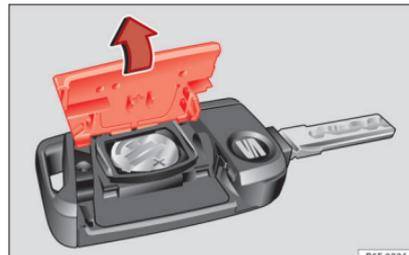

Abb. 124 Fahrzeugschlüssel: Deckel des Batteriefachs öffnen.
- Abdeckung auf der Rückseite des Fahrzeugschlüssels » **Abb. 124** in Pfeilrichtung abnehmen » ❶.
- Abdeckung wie gezeigt ansetzen » **Abb. 124** und entgegen der Pfeilrichtung auf das Fahrzeugschlüsselgehäuse drücken, bis sie einrastet.
❶ VORSICHT